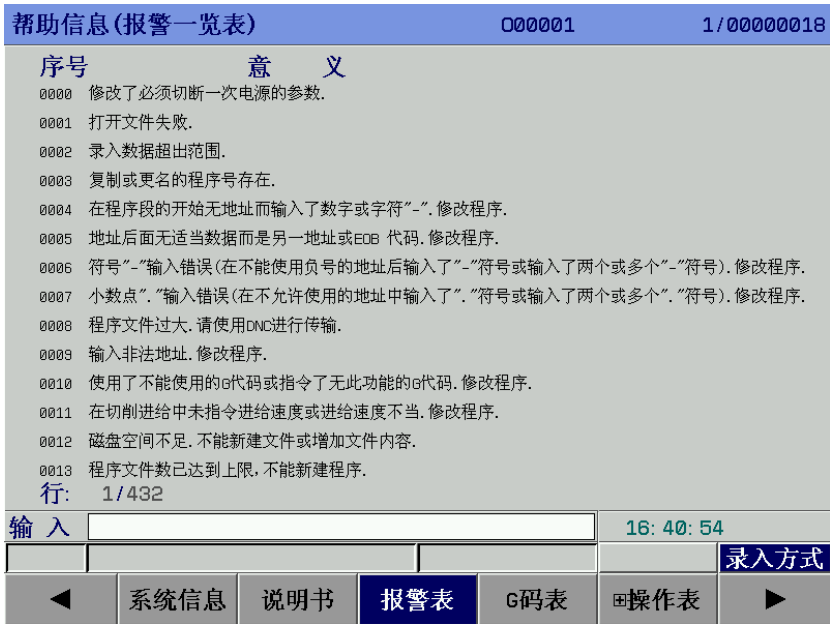

图3-9-4
- 3、报警表 在<帮助>界面按【报警表】软键进入帮助信息（报警一览表）界面，见图 3-9-4。
在 G 代码界面中介绍了系统使用的各个 G 代码的定义，用光标选择需查看的 G 代码，在界面的左下角有 G 代码的定义。如图 3-9-4 所示。如想知道 G 代码的具体格式和用法，选择所需了